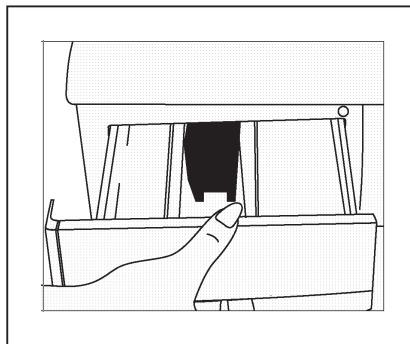

ABBILDUNG 1
- Ziehen Sie die Kammer heraus, bis sie ansteht (ABBILDUNG 1).
- Ziehen Sie weiter, während Sie auf den Siphondeckel im Inneren der Kammer drücken, und nehmen Sie die Kammer ganz heraus (ABBILDUNG 1).